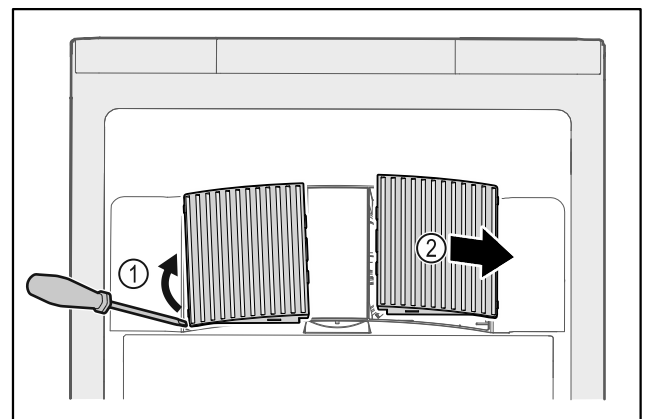

Fig. 225
- ▶ Ventilatorabdeckungen vorsichtig von der Seite heraushebeln Fig. 225 (1) und nach vorne abnehmen Fig. 225 (2).